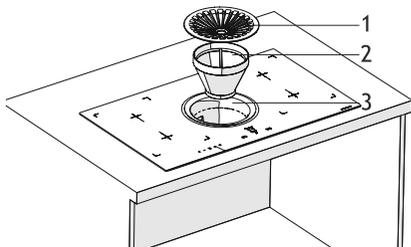

Fig. 19
- 4. ■ Posizionare il filtro dell'apparecchio nel contenitore dell'acqua (Fig. 19 / 2)
- Posiziona il coperchio del filtro sul filtro (Fig. 19 / 1).